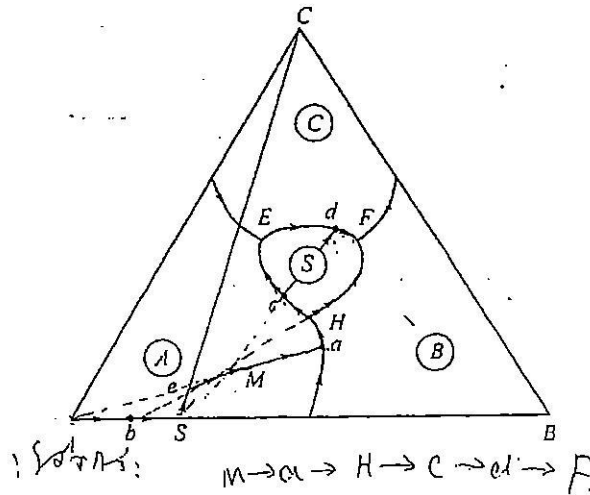

图 22-2 第六题解答图
2. 见图 22-2。
5. M 点析晶路程见图 22-2。